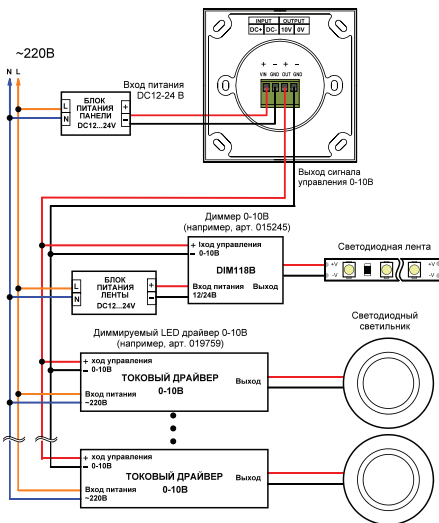

Рис.3. Схема подключения панели для одновременного управления светодиодной лентой и светодиодными светильниками.
3.4. Подключите провода шины управления 0-10В к выходным клеммам OUTPUT. Соблюдайте полярность: [OUT] или [10V] - плюс, [GND] или [0V] - минус (Рис.3). Для удобства подключения, клеммную колодку можно отсоединить от панели управления.